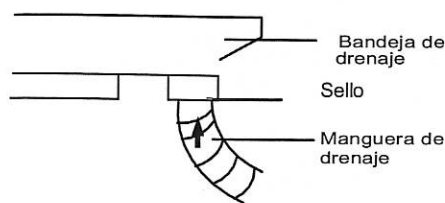

Fig.21
- (1) Para determinar la posición de la manguera de drenaje, realice los siguientes procedimientos.
- (2) Inserte la tubería de drenaje en la salida de drenaje de la unidad y después ajuste la abrazadera y asegúrela con cinta. (Fig.21)
- (3) Conecte la extensión de la tubería de drenaje en la tubería de drenaje y después ajuste la abrazadera con cinta.